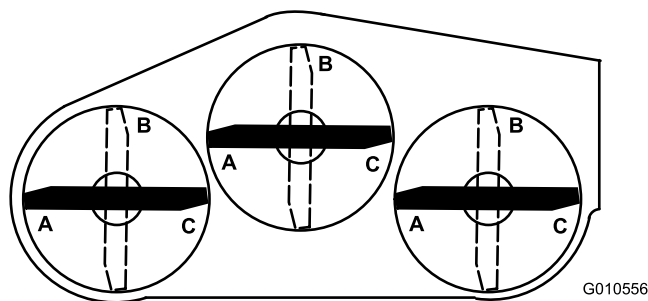

図 42
6. 全部のブレードを A 位置 図 42 にし、水平な床面から各ブレードの刃先の底面までの高さを測定する 図 43。
7. 位置でのそれぞれの測定値を記録し、各ブレードを B 位置 図 42 まで回転させ、同様に各ブレードから床面までの高さを測定する 図 43。
8. 各ブレードを C 位置まで回転させ、同様に各ブレードから床面までの高さを測定する 図 42 と 図 43。